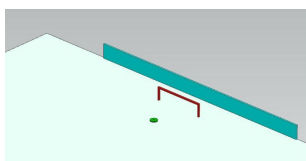

Рис.99
- Из директории Films запустите AVI фильм под названием *movie\_hockey5* (рис.99). Самостоятельно повторите и анимируйте похожий механизм.